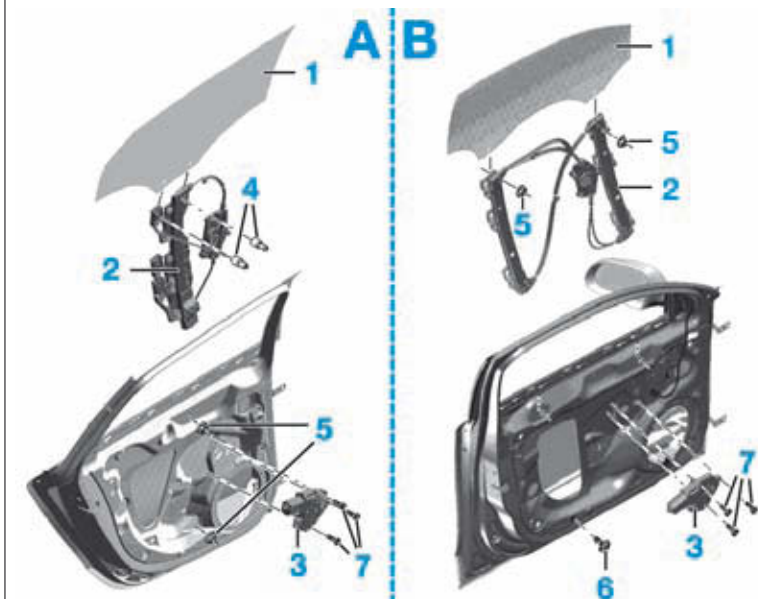

FIG. 69
- Déposer les fixations (4) à travers les écrous-cages et pousser les entretoise de centrage à travers la vitre (Fig.69).